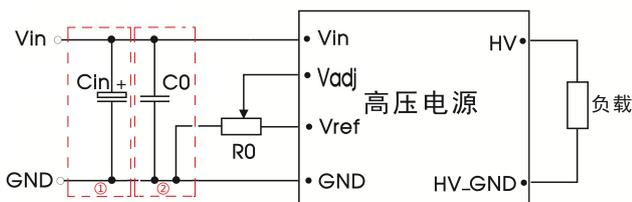

图6 EMC 推荐电路
注: 图6-①用于 EMS 测试; 图6-②用于 EMI 滤波, 可依据需求选择。